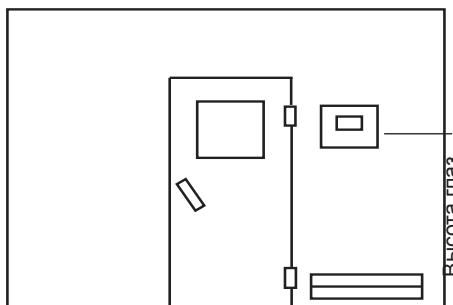

Рис. 3
1. Отверстия Ø 3 мм для входящих в объем поставки шурупов 4 x 20 мм размещаются соответственно указанным на рис. 3 + 3.1 размерам.